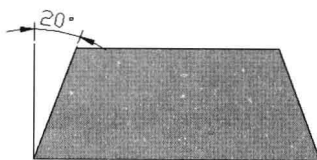

图 8-3-7
(6) 选择菜单命令“视图 / 三维视图 / 前视图”，在前视图中看到拉伸的倾斜角度为20度，如图8-3-7所示。